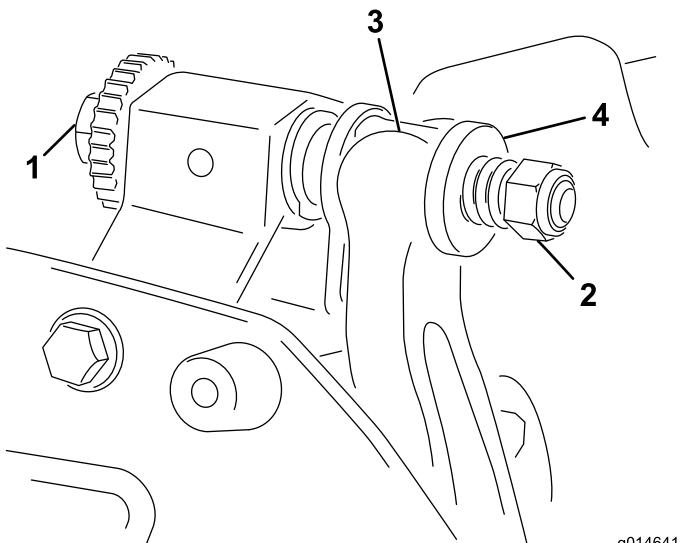

Figura 19
- Rode o parafuso de ajuste da barra de apoio no sentido contrário ao dos ponteiros do relógio, para afastar lâmina de corte do cilindro (Figura 19).
- Faça recuar a porca da mola tensora até que a anilha deixe de estar sob tensão contra a barra de apoio (Figura 19).
- Instale do conjunto da barra de apoio/lâmina de corte, posicionando as aletas de montagem entre as anilhas e o parafuso de ajuste da barra de apoio (Figura 19).